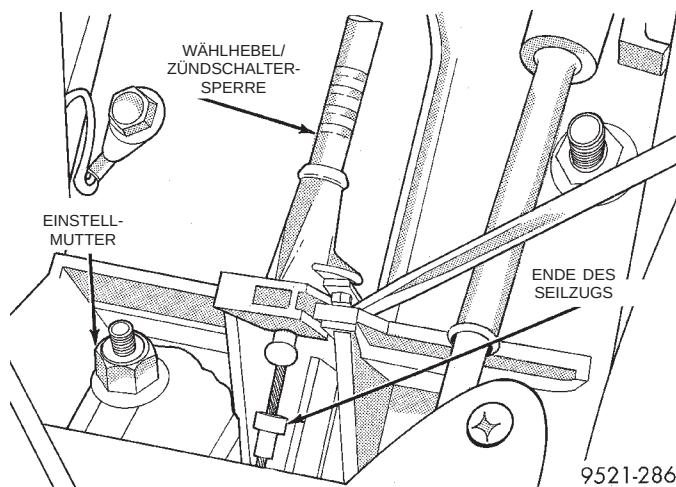

Abb. 9 Wählhebel/Zündschalter-Sperre
(1) Minuskabel der Batterie am linken Federbein-dom abklemmen und isolieren.
(2) Gewindestift im Schaltknauf herausdrehen und Schaltknauf abziehen.
(3) Mittelkonsole ausbauen. Siehe Kapitel 23, "Karosserie".
(4) Nippel des Seilzugs aus der Nut im Schaltmechanismus ausrasten. (Abb. 9).